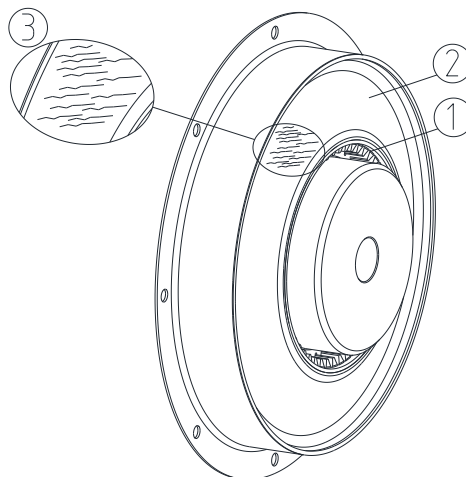

Bild 6: Sichtprüfung
- Die Haftung ① vom Elastomer zum Innen- und Außenteil (Metall und Kunststoff) überprüfen.
- Das Elastomerteil an den in Bild 6 mit ④ gekennzeichnetem Bereich auf Risse prüfen. Sollte die Tiefe der Risse in dem mit ④ gekennzeichneten Bereich die Grenze von 3,0 mm und mehr erreichen, muss das Elastomerteil ausgetauscht werden.